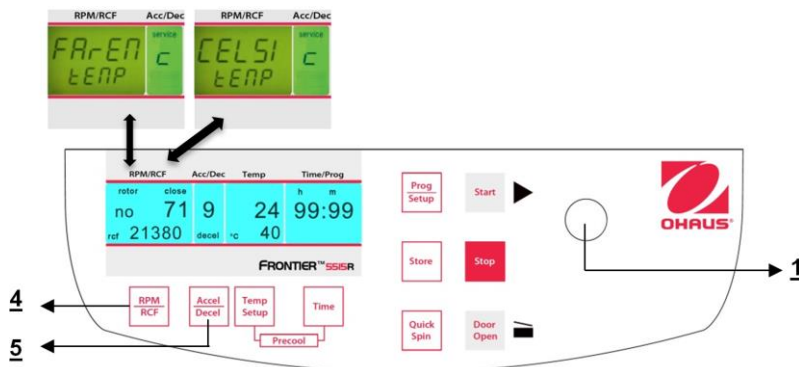

Figura 31
Proceda como se describe en el punto 4.1.1 para ingresar en este modo de programa y luego presione el botón **"Accel/Decel"** (5). En la pantalla **"Acc/Dec"** (A-2) aparece la palabra **"Service"**. Ahora seleccione la letra **"C"** con la perilla de ajuste (1). Como resultado, en la pantalla **"RPM | RCF"** (A-1) aparecen las palabras **"CELSI/temp"**. Si presiona el botón **"RPM | RCF"** (4), la palabra **"CELSI"** destella y puede cambiar la pantalla a Fahrenheit **"FAREN"** con la perilla de ajuste (1) (vea la Figura 31). Una vez que haya guardado las configuraciones (vea 4.1.1), puede cambiar nuevamente al modo de programa normal al apagar la centrífuga durante un tiempo breve.